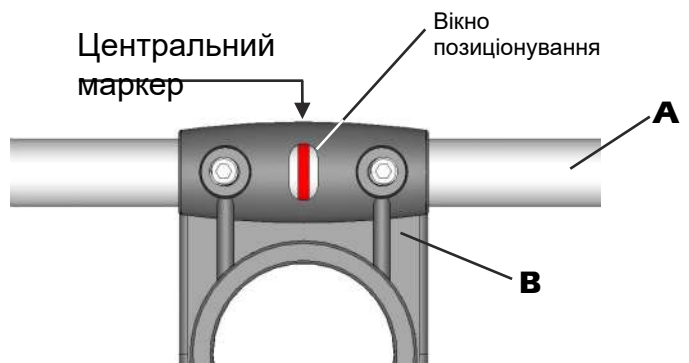
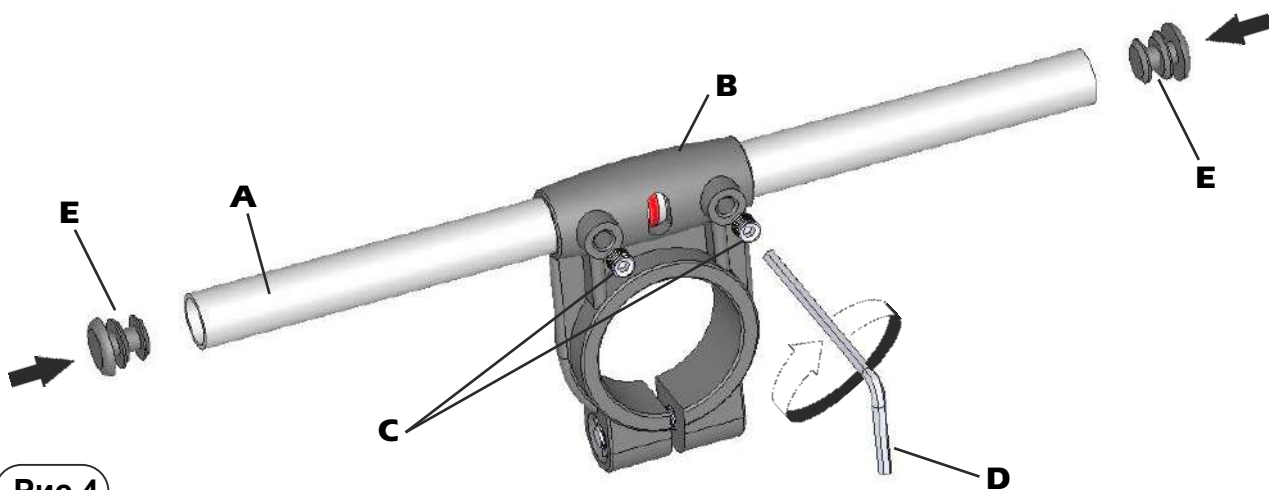

Рис.3
Рис.4
- 2) Розташуйте реперну мітку алюмінієвого елемента А в центрі пластикової опори В (рис. 3) і зафіксуйте гвинти С ключем D (рис. 4). Коли гвинти торкнуться алюмінієвих трубок, остаточно зафіксуйте на 1,5 оберта.